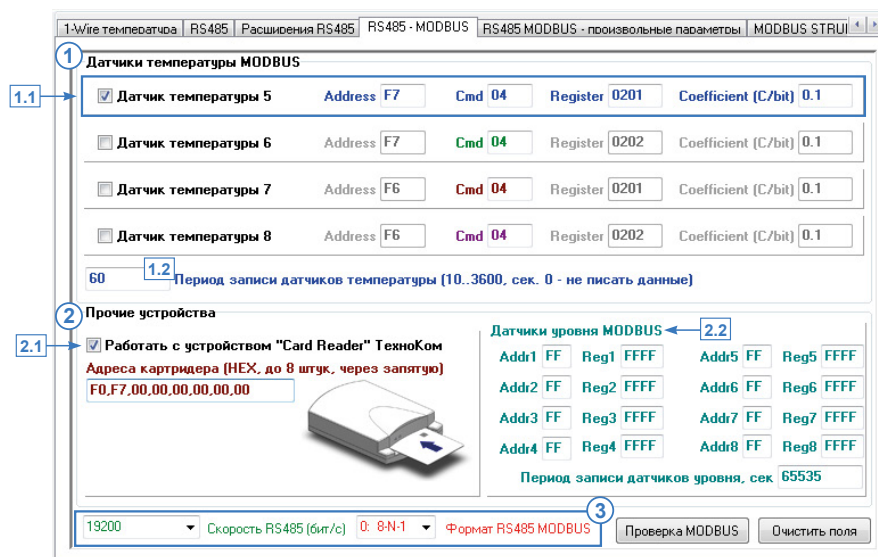

Рис.40. Вкладка «RS-485-MODBUS».
Для того чтобы разрешить работу прибора с датчиком температуры MODBUS, необходимо в конфигураторе установить галочку напротив нужного датчика, затем задать настройки этого датчика (**Рис.40, п.1.1**). **Address (Адрес)** – адрес контроллера на шине, к которому подключен настраиваемый датчик. По умолчанию это значение A7 для контроллеров EVCO. При подключении к прибору нескольких термодатчиков их адреса могут изменены на отличный от A7.
- **Период записи датчиков температуры (Рис.40, п.1.2)** – интервал времени, через который прибор будет записывать показания датчиков температуры. Минимальное значение периода – 10 секунд, максимальное значение – 3600 секунд, 0 – не писать данные. Этот параметр дублируется на вкладке «1-Wire температура».
подключаемого по интерфейсу RS485-MODBUS, необходимо установить галочку напротив опции «Работать с устройством «Card Reader» ООО ТехноКом» (**Рис.40, п.2.1**), затем в поле «Адрес картридера» задать адрес устройства «АвтоГРАФ-CardReader» на шине. Адреса следует задавать в формате HEX, через запятую. Возможные адреса F0-F7. Если к прибору «АвтоГРАФ» подключено одно устройство «АвтоГРАФ-CardReader», то по умолчанию его адрес – F0.
- **Датчики уровня MODBUS.** К прибору «АвтоГРАФ» по шине MODBUS одновременно может быть подключено до 8 датчиков уровня. Для подключения датчика уровня MODBUS необходимо задать адрес и другие настройки этого датчика в контроллере «АвтоГРАФ» (**Рис.40, п.2.2**):